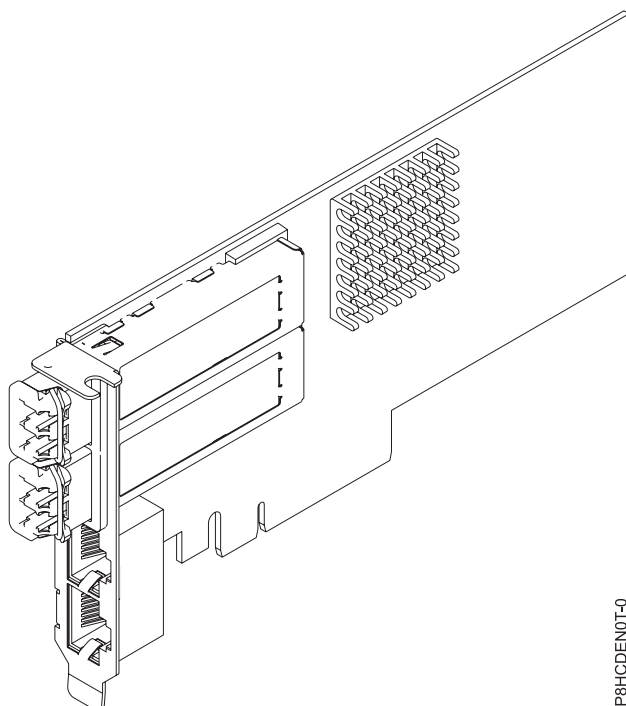

Figura 41. Adaptador FC EN0T
El adaptador de cuatro puertos proporciona dos puertos de transmisor/receptor con óptica SR conectables de pequeño tamaño (SFP+) de 10 Gb y dos puertos Ethernet RJ45 de 1 Gb. Los dos puertos SR de 10 Gb tienen conectores de tipo dúplex de pequeño conector (LC). El transmisor/receptor óptico utiliza óptica láser de onda corta y está conectado con cables de fibra MMF-850nm con conectores LC. Consulte “Cables” en la página 114 para obtener más información sobre los cables ópticos. Cada puerto de 10 Gb proporciona conectividad Ethernet con una velocidad de datos nominal de 10 Gbps (gigabits por segundo). La Figura 41 en la página 113 muestra el adaptador FC EN0T.